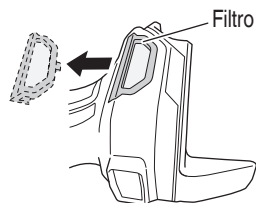

Fig. 20
- Si la malla está obstruida y no se pueden eliminar los residuos o el polvo, desmonte el filtro y límpielo con una pistola de aire, etc. (Fig. 20).